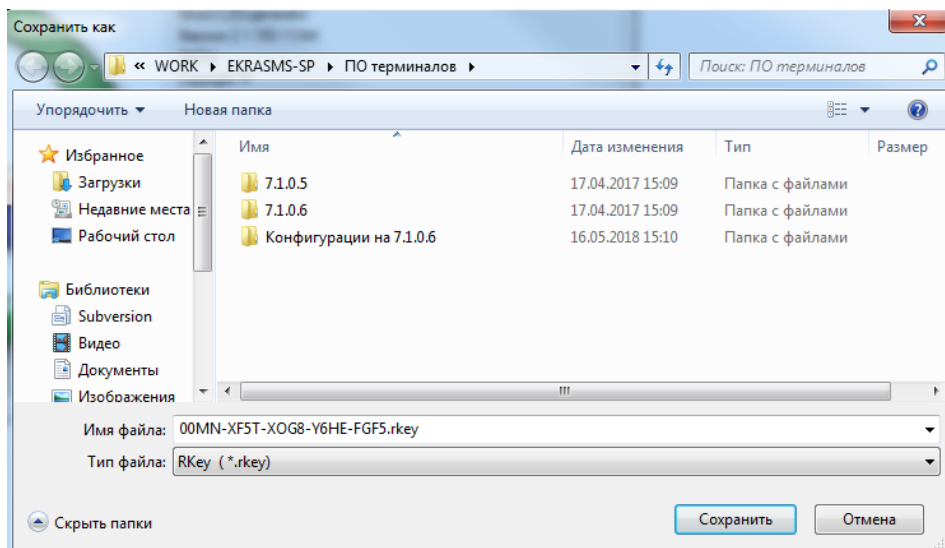

Рисунок 4.4
4.1.1.6 Далее отобразится окно для сохранения ключа регистрации (см. рисунок 4.4).